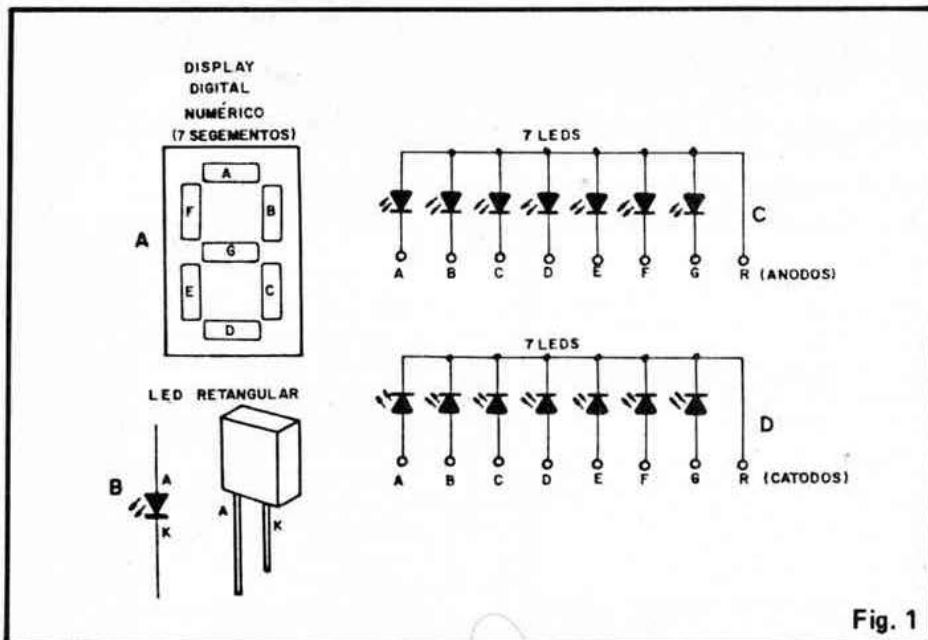

Fig. 1
- FIG. 1 - Mostra os detalhes elétricos e "físicos" de um **display** convencional, a LEDs:
- Os furos marcados com "r" referem-se ao **Retorno** ou **Comum** do conjunto de LEDs. Assim, se for desejado um **display** tipo **catodo comum**, os catodos de todos os LEDs (terminal K - ver fig. 1-B) devem ser posicionados nos pontos "r". Se o leitor desejar um **display** tipo **anodo comum**, então os anodos dos LEDs (terminais A - novamente recorrer à fig. 1-B) é que devem ser posicionados nos pontos "r".
- A barra de furos junto à borda inferior da plaquinha, codificados como "G-F-E-D-R-C-B-A" representa justamente o conjunto de terminais do nosso **display**. "R" é o Retorno ou Comum (anodos ou catodos, conforme a escolha...) e "A" a "G" referem-se aos segmentos (ver fig. 1-A).